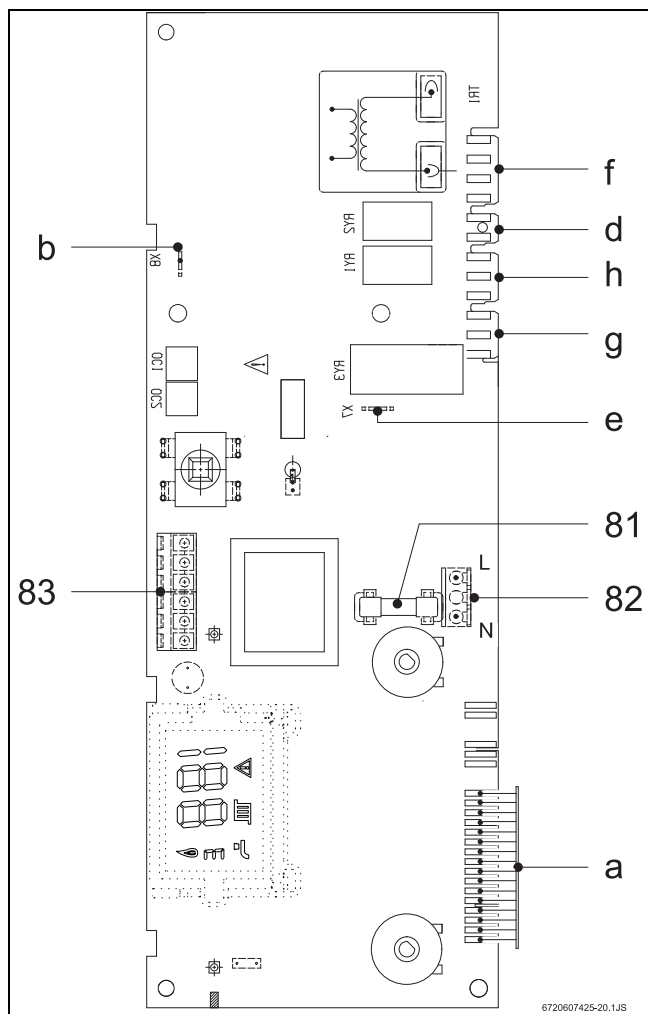

Рис. 16
- ▶ Удалить перемычку между 1 - 4 (рис. 16, поз. 83).